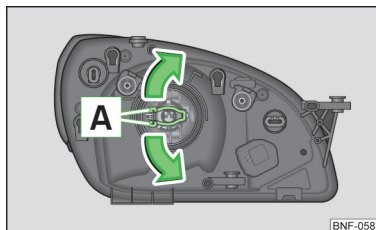

Fig. 129
- Tryk låsebøjlen **A** » Fig. 129 i retning mod forlygten, og hægt den derefter af i pilens retning.